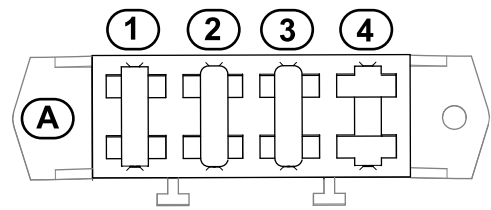

Figura 27
4. Si algún fusible está fundido, sustitúyalo por un fusible del voltaje y amperaje correctos (Figura 27). Consulte el *Manual de mantenimiento* de la unidad de tracción para conocer los números de referencia específicos de los fusibles.
3. Compruebe los fusibles del bloque de fusibles (Figura 27).